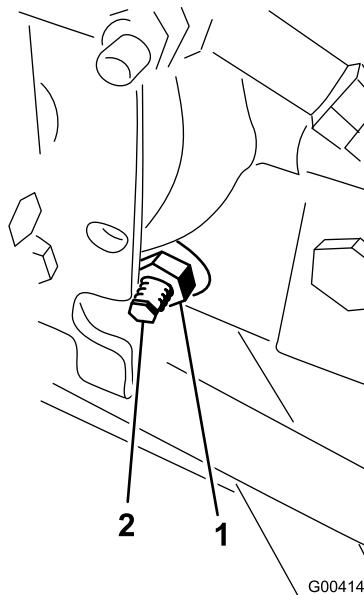

Bild 47
3. Lösen Sie rechts am Hydrostat die Sicherungsmutter an der Fahrantriebs-Einstellnocke (Bild 47).